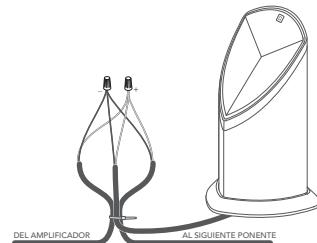

Figura 8
- Corte los dos cables correctos para el altavoz izquierdo o derecho (consulte las tablas a continuación) y pele 3/4 de pulgada de aislamiento en los extremos expuestos de los cables de entierro; a continuación, pele 3/4 de pulgada de aislamiento de los extremos del cable flexible del altavoz correspondiente (ver figura 8).
- Cree un bucle de aproximadamente 10 pulgadas y utilice el lazo de alambre para sujetar el bucle de alambre y el cable flexible del altavoz en su lugar para proporcionar alivio de tensión, como se muestra en la figura 8.